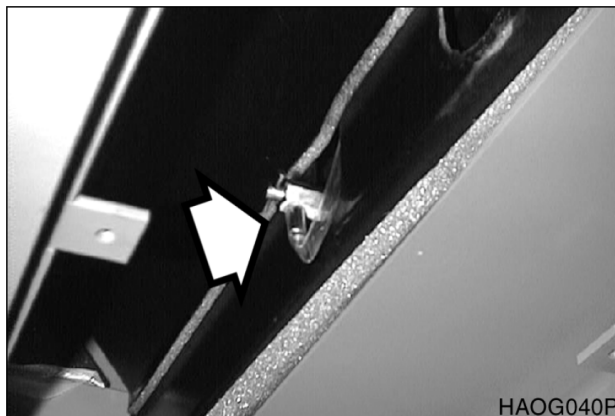

Рис. 74
2. Поставить под радиатор емкость и открыть сливной кран (рис. 74).